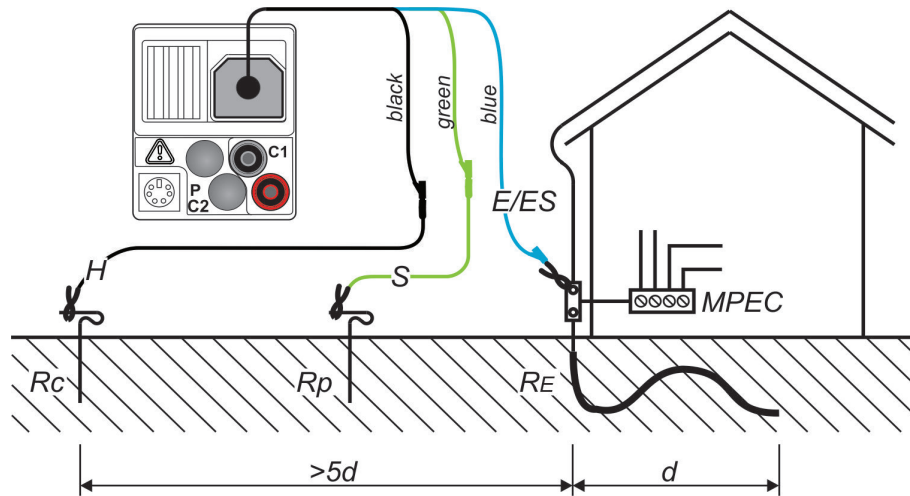
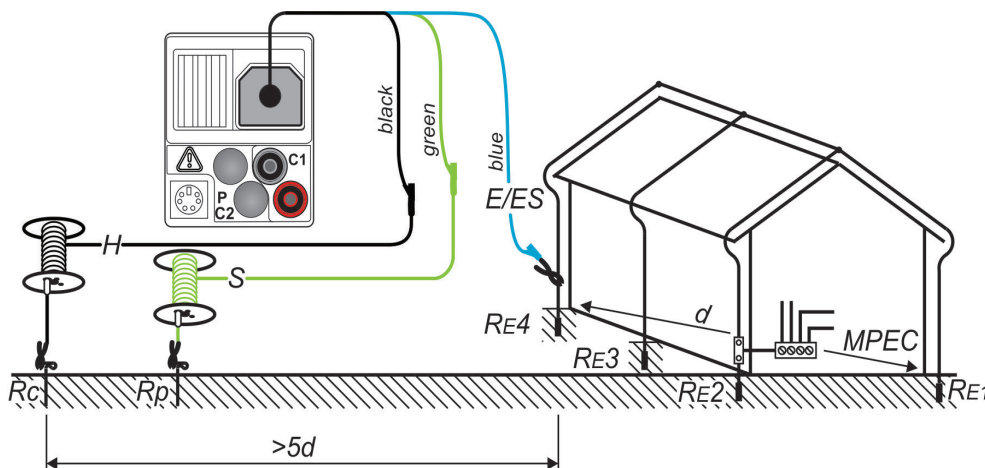
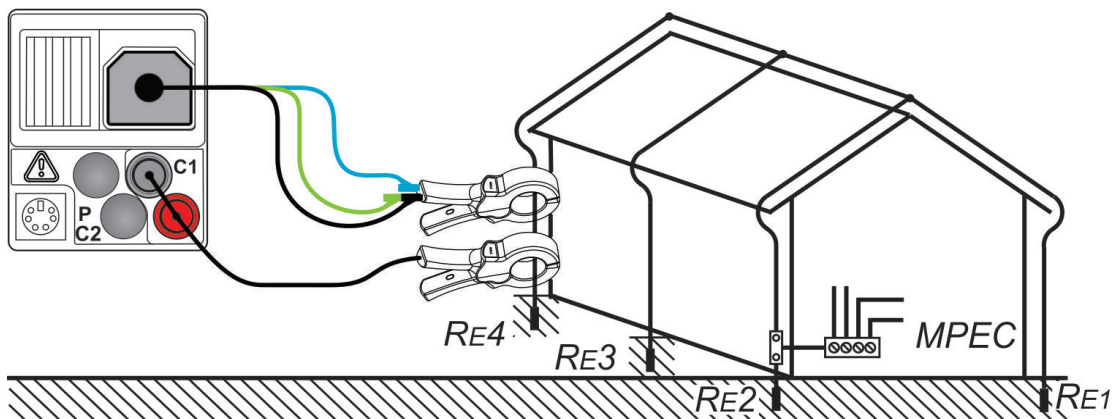

Рисунок 51
Рисунок 52
Рисунок 54
- Подсоедините** исследуемый компонент (см. Рисунок 51: Сопротивление заземления, измерение сопротивления главной шины заземления здания, Рисунок 52: Сопротивление заземления, измерение сопротивления системы молниезащиты и Рисунок 54: Бесконтактное измерение сопротивления заземления).